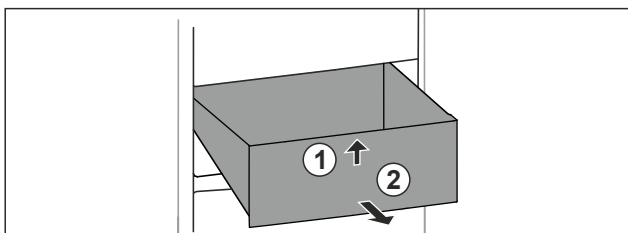

Fig. 86
- ▶ Løft skuffen fremefter. Fig. 86 (1)
- ▶ Tag skuffen ud fremefter. Fig. 86 (2)